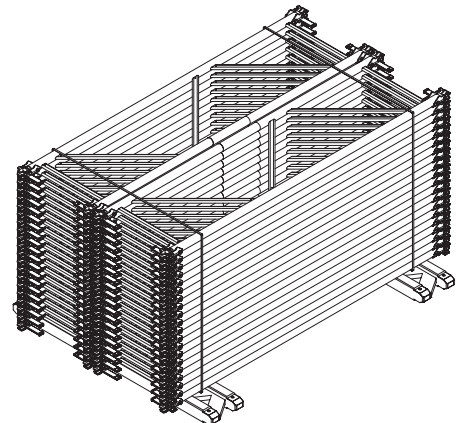

Fig. A8.04
- Telai MP MRK (**1**) con reggetta di acciaio. (Fig. A8.04)